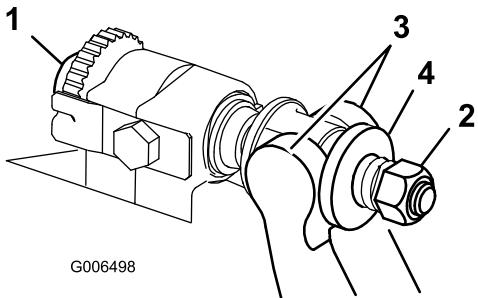

Figura 34
- Gire el tornillo de ajuste de la barra de asiento, en el sentido contrario a las agujas del reloj, para alejar la contracuchilla del molinete (Figura 34).
- Afloje la tuerca de tensado del muelle hasta que el muelle deje de presionar la arandela contra la barra de asiento (Figura 34).